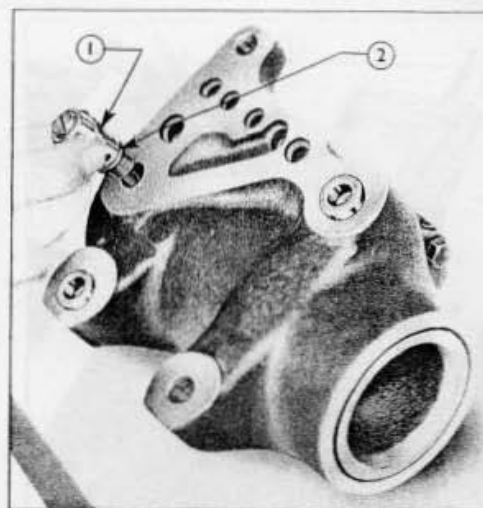

Fig. 28
11. Remonter le clapet de sûreté du cylindre, en posant un joint neuf entre le clapet et le cylindre (fig. 28).